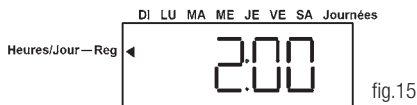

fig.15
2. En utilisant les touches ↓↑ choisissez l'heure désirée pour la régénération (fig. 15).